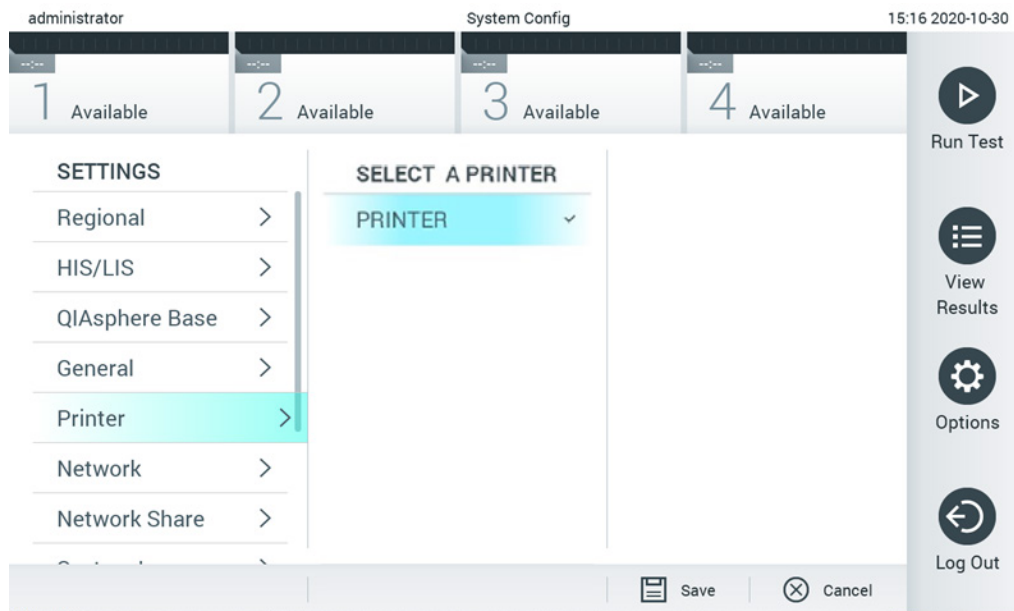

Figura 67. Selecionando uma impressora para o sistema.
3. Selecione uma impressora a partir da lista de impressoras disponíveis (Figura 67).